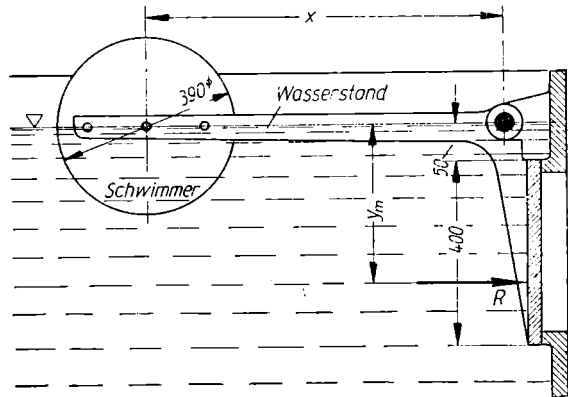

Bild 243
57. Ein Wasserbehälter trägt an seiner senkrechten Wand eine rechteckige Verschlussklappe von 400 mm Höhe und 300 mm Breite nach Bild 243. Die Klappe soll durch einen Schwimmer mittels Winkelhebels geöffnet werden, sobald der Wasserstand bis zur Mittelebene des Schwimmers steigt. Zu berechnen ist a) der Auftrieb des Schwimmers. Letzterer ist ein Zylinder von 390 mm Außen-